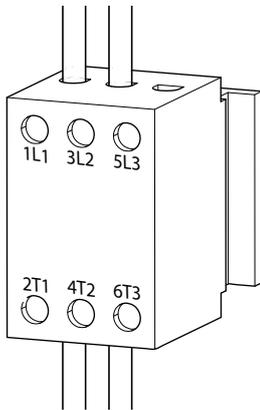

ABB. 16: Trennschalter-Klemmenblock
- Das Erdungskabel am Erdungsbolzen im Inneren des Stromanschlusskastens (AJ) befestigen.
- Siehe ABB. 16 und die Drähte vom Netzkabel in den Klemmen 4T2 und 6T3 am Trennschalter-Klemmenblock anschließen.